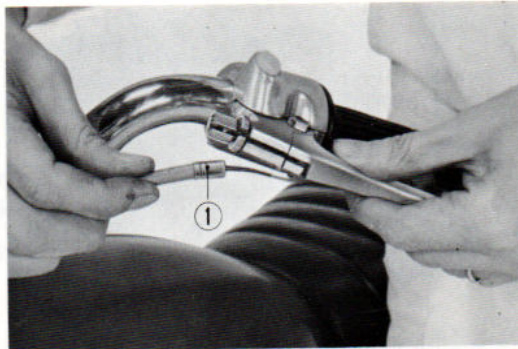

Fig 120 Dépose du câble d'embrayage
- 2) Débrancher le câble d'embrayage de la poignée de débrayage. (Fig. 120)